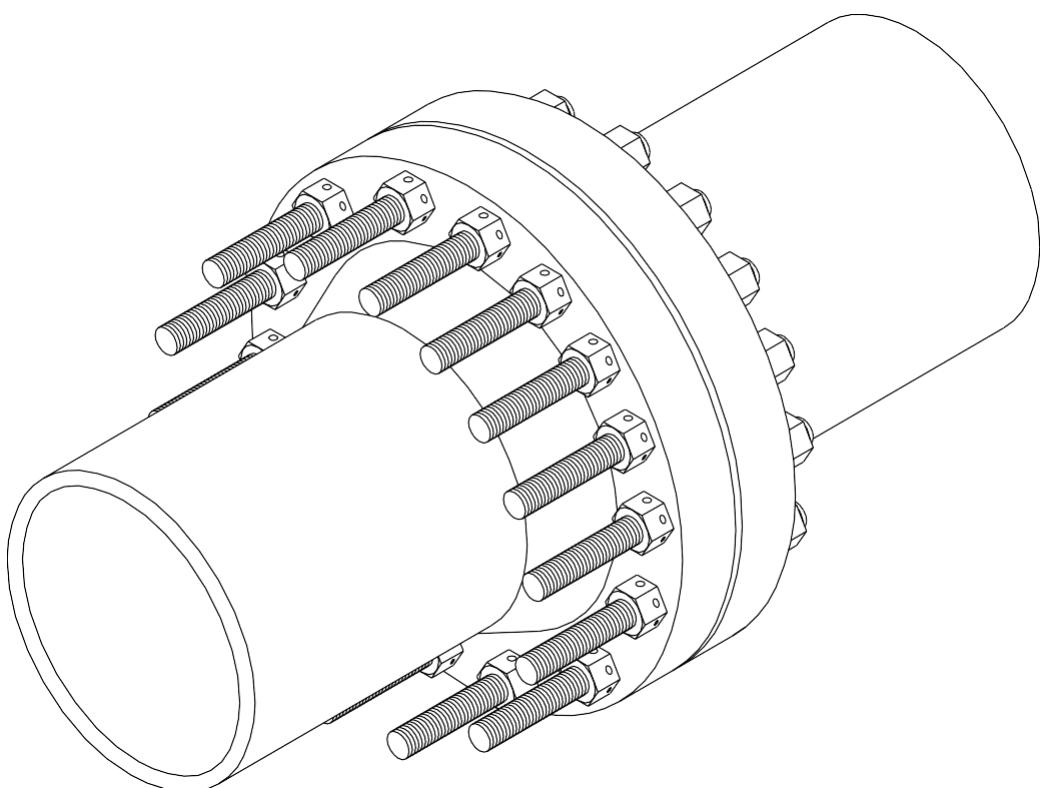

图4B : 50% 张紧器覆盖的螺栓安装
b) 50% 张紧覆盖率的螺栓安装(图 4B)
这种安装方法通常用于螺栓只需从法兰的一侧进行张紧，因为法兰的另一侧有空间限制。这是一个两阶段紧固操作，其中 50% 的螺栓在第一阶段紧固，其余 50% 的螺栓在第二阶段紧固。为了采用这种方法，如图 4B 所示，螺栓必须与凸缘相同一侧的凸起组装。这通常是一种更耗时间和精力的方法。